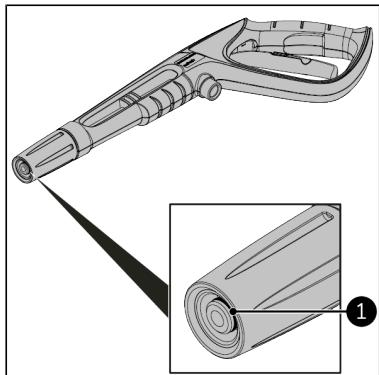

Abbildung 62.
2. Tragen Sie Vaseline auf den O-Ring der Strahlpistole (Abbildung 62, Pos. 1) auf.